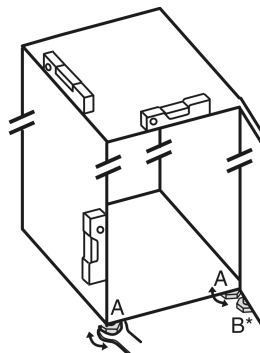

Fig. 33
- Az állítható lábakat Fig. 33 (A) a mellékelt villáskulccsal és egy vízmérce segítségével csavarja ki addig, amíg a készülék szilárdan és egyenesen be nincs igazítva.
- A csapágybak állítható lábát Fig. 33 (B) a mellékelt villáskulccsal csavarja ki úgy, hogy a padlón feküdjön.
- Az állítható lábat Fig. 33 (B) forgassa tovább 90°-kal.